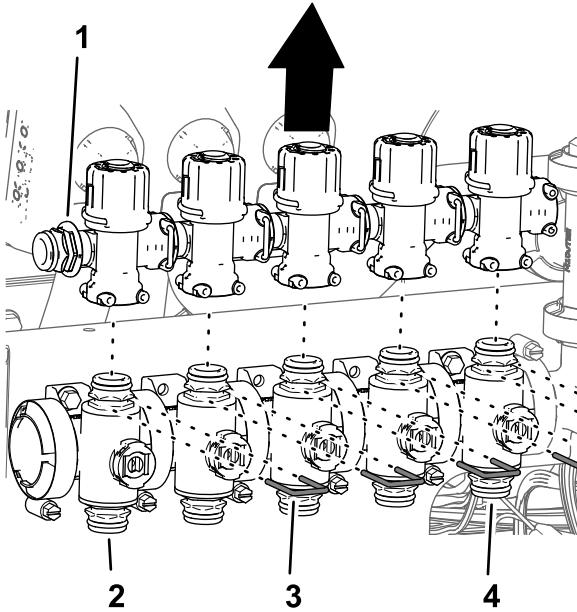

Figura 99
4. Rimuovete i fermi che fissano le valvole di bypass alle valvole degli ugelli da 1 a 7 (Figura 99).
5. Sollevate le valvole di bypass dalle valvole degli ugelli da 1 a 5 (Figura 99).